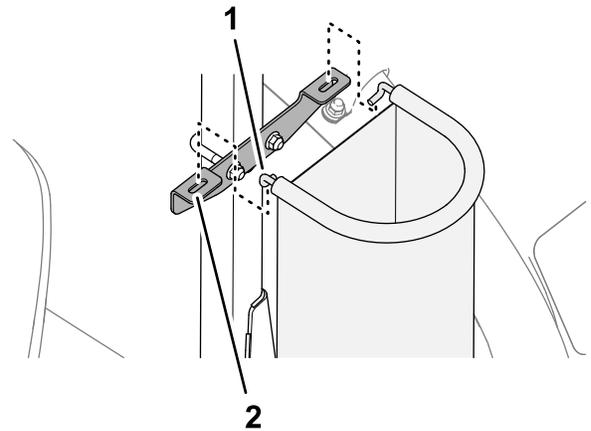

Figura 28
5. Inserite i ganci dell'anello nelle fessure della staffa di montaggio (Figura 28).